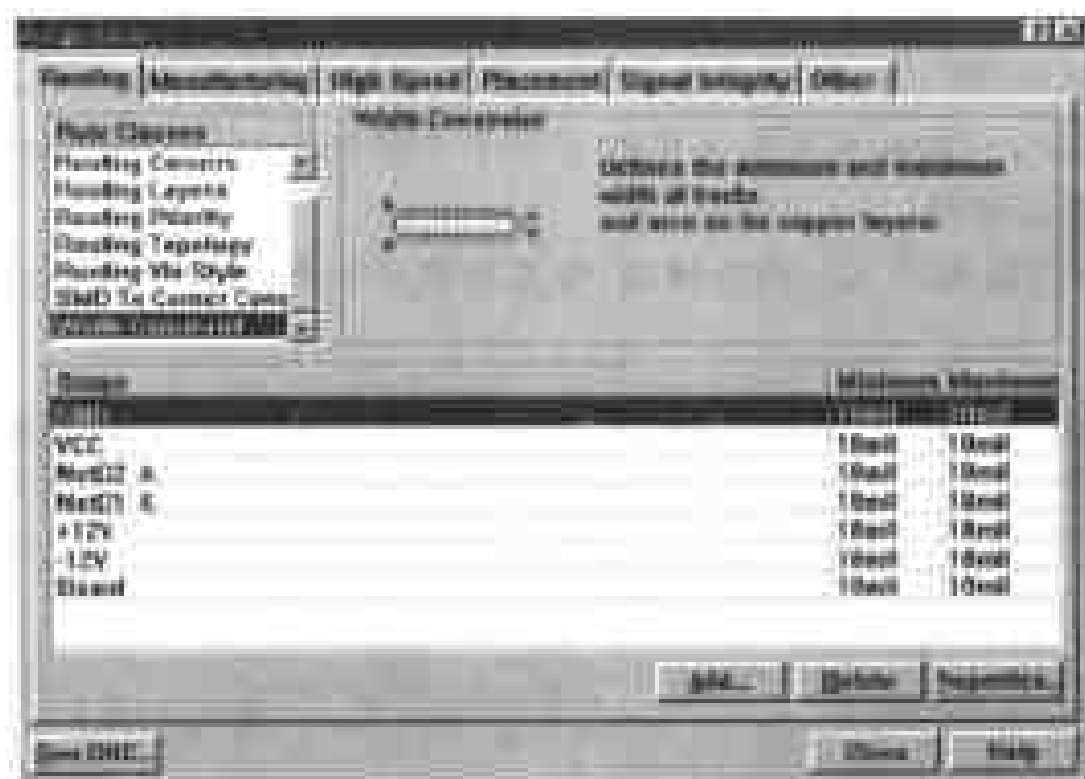

图 9-15 选择 Width Constraint
(1) 选择 Design > Rules, 弹出 Design Rules 对话框, 在对话框中单击 Routing 标签, 显示设置布线规则选项, 然后在 Rule Classes 列表框中单击 Width Constraint。
(2) 此时的对话框如图 9-15 所示, 在对话框下部的方框中包含 Scope(适用范围)、Minimum(最小走线限制)、Maximum(最大走线限制)三栏。